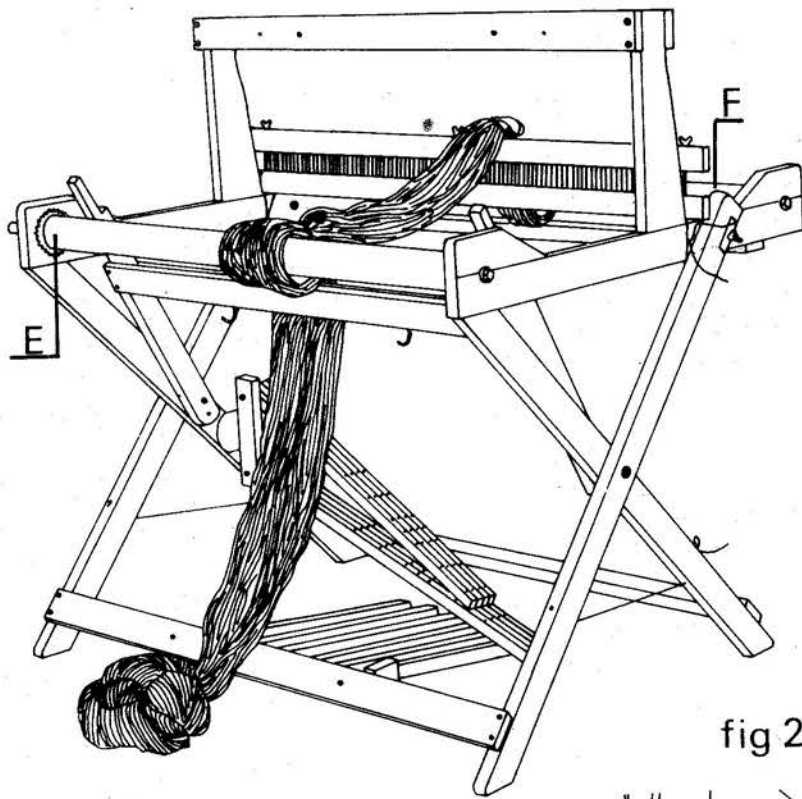

fig 25
Le râteau est constitué d'une barre inférieure avec des dents en acier, 10 dents pour 10 cm, et d'une barre supérieure amovible. Le râteau doit avoir 15 à 20 cm de plus que la largeur du métier de manière à atteindre les montants du métier. Sur la figure 25 on voit le râteau solidement fixé sur les côtés du métier. On enlève du battant la traverse supérieure (N-3), celui-ci se pose alors librement sur l'ensouple avant (E). On dépose la chaîne devant l'ensouple et l'on défait les premières mailles de la chaînette; on guide alors la chaîne entre la traverse inférieure du battant (N-2) et l'ensouple avant puis autour de celle-ci, enfin on passe au dessus de râteau.